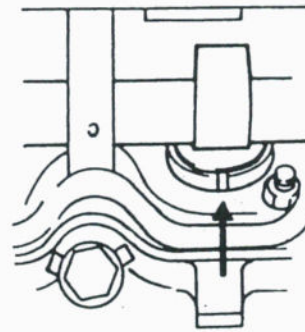

Bild 47
- Die eingelegte Einstellscheibe mit Hilfe eines, in den Schlitz des Stössels gerichteten Pressluftschlauches «herausblasen» (siehe Bild 47).